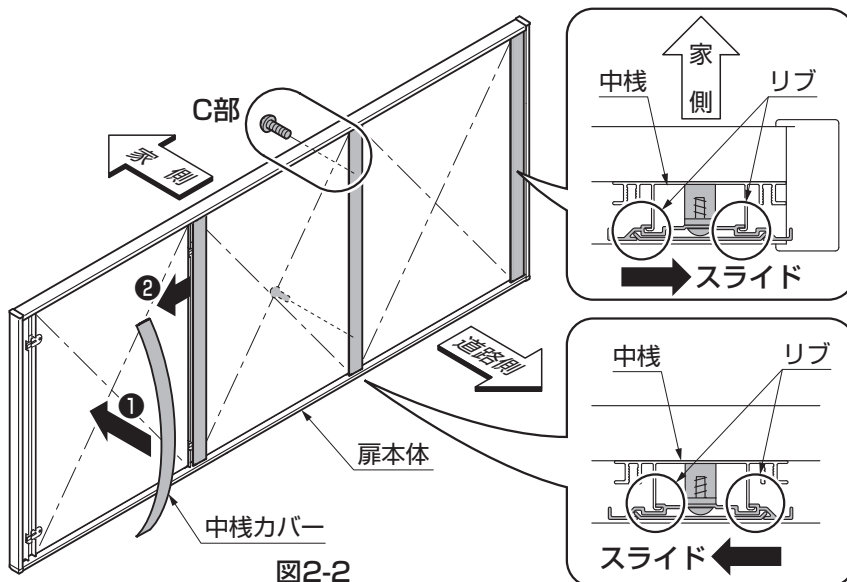

図2-2
- ①中棧カバーをたわませながら扉本体にあてこみ、左右にスライドさせ中棧のリブに引っ掛けてください。(図 2-2 参照)
- 道路側右端部の中棧カバーは、取付ける際リブの向きが反対になりますので注意してください。(図2-2参照)